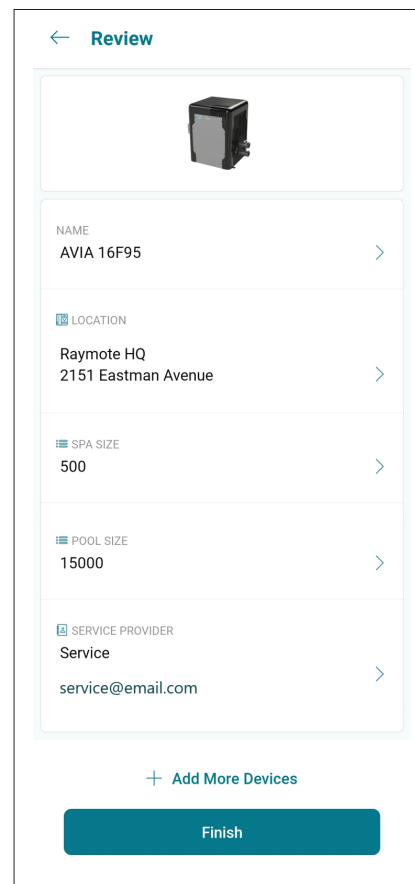

Figure 90. Revue de configuration
3. Pour configurer l'appareil, entrez les données signalétiques de l'appareil, puis le nom de l'installateur, l'emplacement d'installation, puis le volume de la piscine et du spa, voir **Figure 90**.